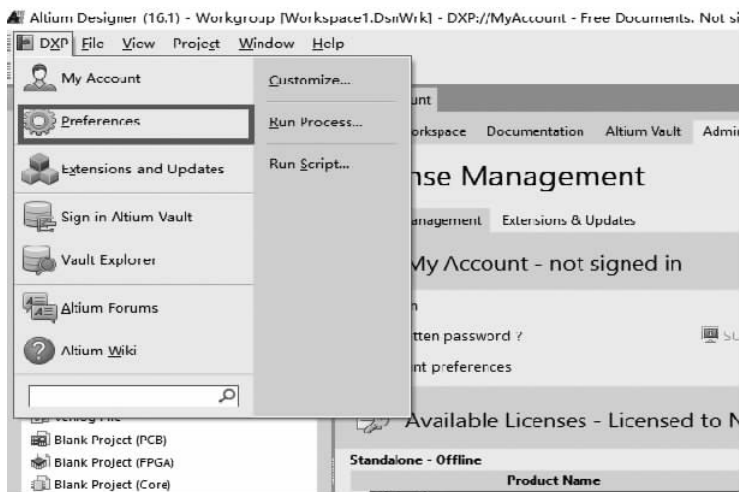

图 1-14 Altium Designer 16 启动对话框
(1) 在如图 1-14 所示对话框中, 执行“DXP”→“Preferences”(优先属性)命令。